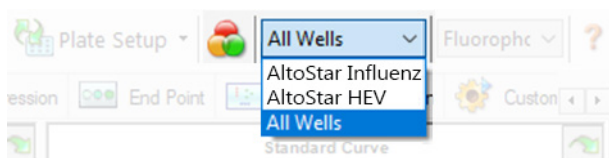

Figura 4: Pulsante Well Group (Gruppo pozzetto) e menu a discesa Well Group (Gruppo pozzetto)
Nella finestra Data Analysis (Analisi dei dati) assicurarsi di selezionare il **Well Group** (Gruppo pozzetto) del kit AltoStar® Influenza Screen & Type RT-PCR Kit 1.5. Quindi, fare clic sul menu a discesa **Well Group** (Gruppo pozzetto) vicino al pulsante **Well Group** (Gruppo pozzetto) (vedere figura 4) della barra degli strumenti. Non usare il **Well Group** (Gruppo pozzetto) “All Wells” (“Tutti i pozzetti”). La selezione nella figura 4 è riportata unicamente a titolo di esempio generico.
1. Nella finestra Data Analysis (Analisi dei dati) assicurarsi di selezionare il **Well Group** (Gruppo pozzetto) del kit AltoStar® Influenza Screen & Type RT-PCR Kit 1.5. Quindi, fare clic sul menu a discesa **Well Group** (Gruppo pozzetto) vicino al pulsante **Well Group** (Gruppo pozzetto) (vedere figura 4) della barra degli strumenti.